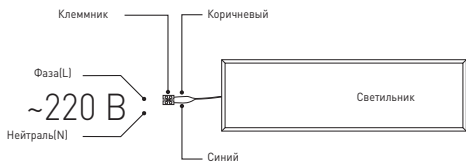

Рис.1. Схема подключения светильника к сети 220В.
3.3.2. Этот провод необходимо подключить к проводу источника питания с помощью внешнего клеммника [в комплект не входит] в соответствии со схемой, изображенной на рис.1;